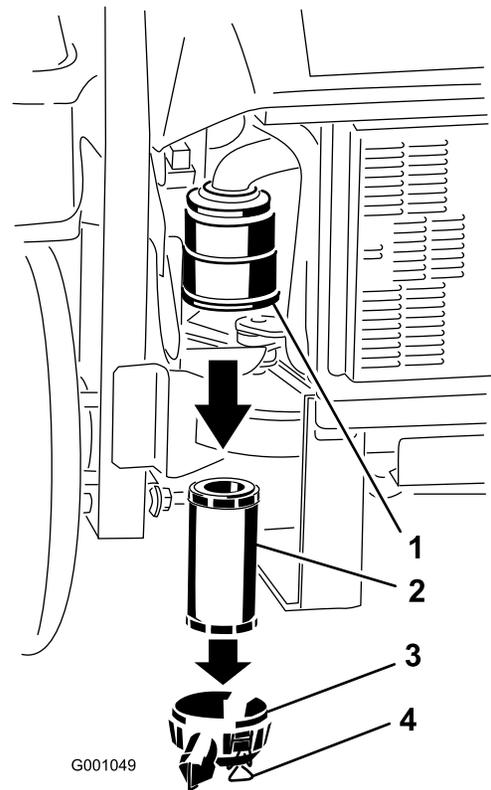

Bild 55
3. Lösen Sie die Riegel am Luftfilter und ziehen Sie die Luftfilterabdeckung vom Luftfiltergehäuse ab (Bild 55).
5. Schieben Sie den Filter vorsichtig aus dem Luftfiltergehäuse heraus (Bild 55).